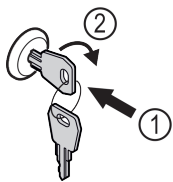

Fig. 132 Voorbeeld
- ▶ Sleutel erin duwen Fig. 132 (1).
- ▶ Sleutel 90° rechtsom draaien Fig. 132 (2).